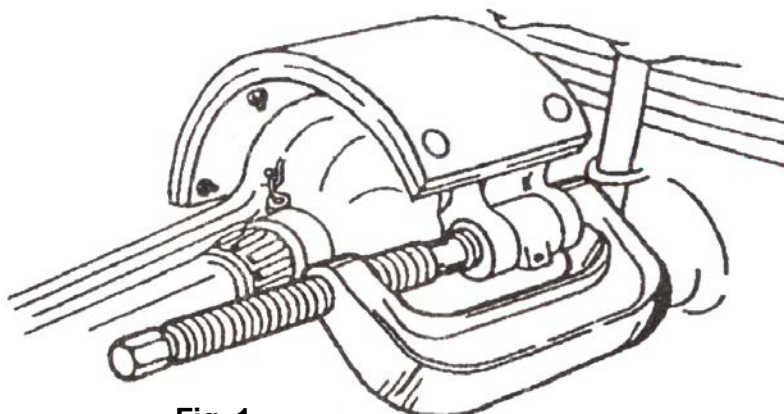

Fig. 1
2. Coloque el marco de la prensa en C sobre el freno tal como se muestra en la Fig. 1.